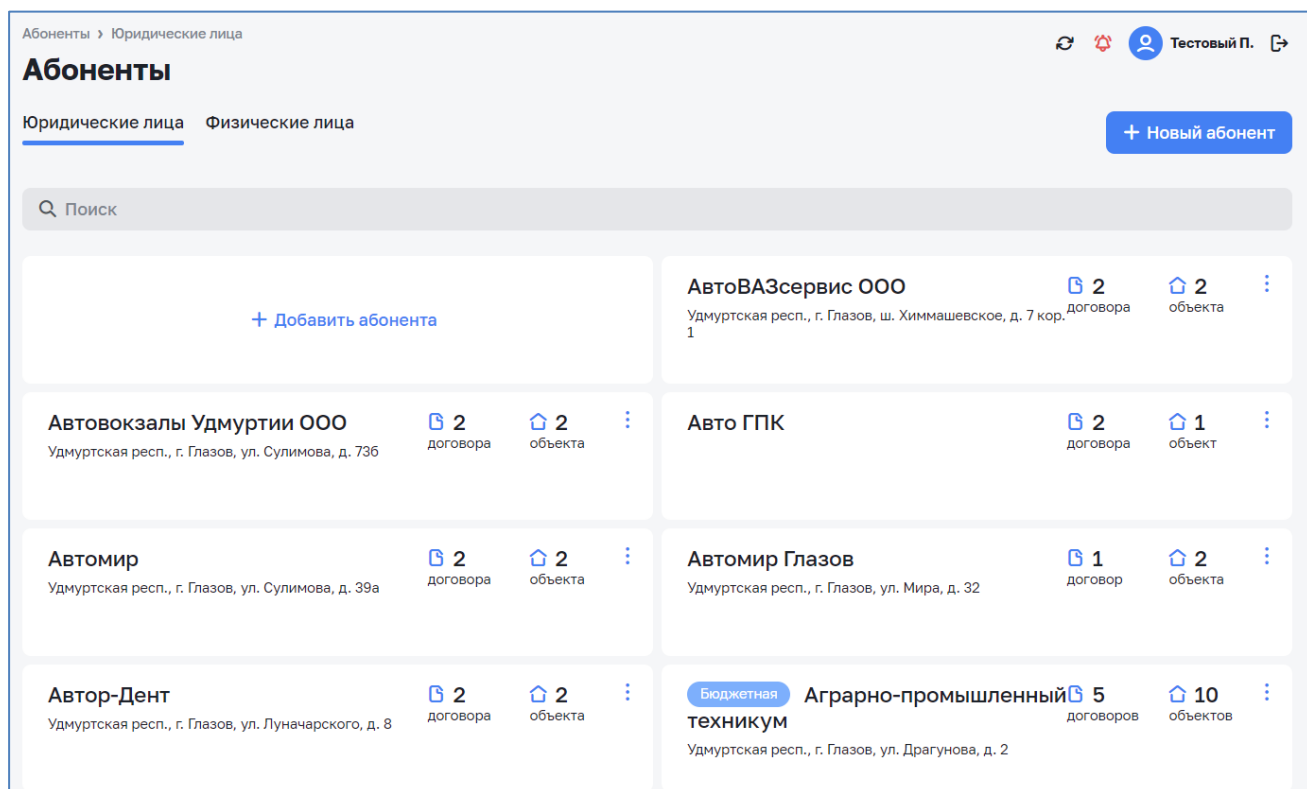

Рисунок 51 – Окно абонентов – юридических лиц
- юридическими лицами (см. Рисунок 51);